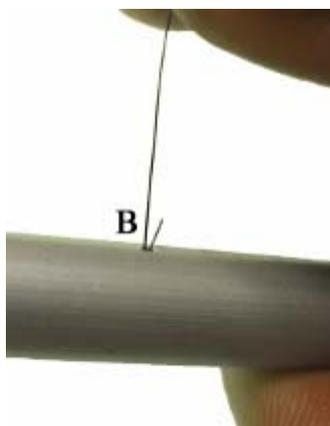

Рис. 1-9
7. Для формирования угла ABC вставьте проволоку со стороны точки. В (см. Рис. 1-9) в отверстие, расположенное в центре приспособления;